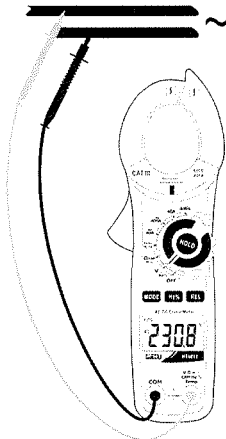

Fig. 3 : Utilisation de la pince pour mesure de tension AC
4. Insérer le câble rouge dans l'entrée du jack $V\Omega \rightarrow \rightarrow \rightarrow CAPHz\%Temp$ et le câble noir dans la borne d'entrée **COM** (Fig. 3).